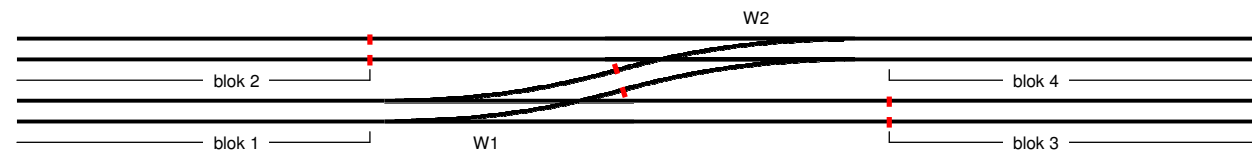

Fig 2: Wissels koppelen aan een aangrenzend blok
- Als je rijdt met "volledige detectie", dat wil zeggen als alle wielstellen stroom afnemen, dan kan je software, als deze dat ondersteunt, "zien" in welk blok en welke sectie iets aanwezig is. Zo kan je software bijvoorbeeld "zien" dat een wisselstraat volledig vrij is voordat deze gereserveerd wordt voor een nieuwe trein. In dat geval is het van belang dat "volledig vrij" ook in de praktijk echt zo is en niet dat er nog een stukje trein over de wissel steekt. Houd daarom altijd enige afstand tussen de blokscheiding en de aangrenzende wissel, zoals ook te zien is in fig 2. De plaats waar in het echte spoorbedrijf de "vrijbalk" zou liggen is een goede plek voor de blokscheiding. Ook als je niet rijdt met volledige detectie of als je software dat niet ondersteunt is het handig bovenstaande stelregel aan te houden. Wat nu nog niet zo is kan nog komen. Het aanpassen van wensen en software is meestal vrij gemakkelijk te doen, het later aanpassen van je spoorbaan kan een stuk lastiger zijn.